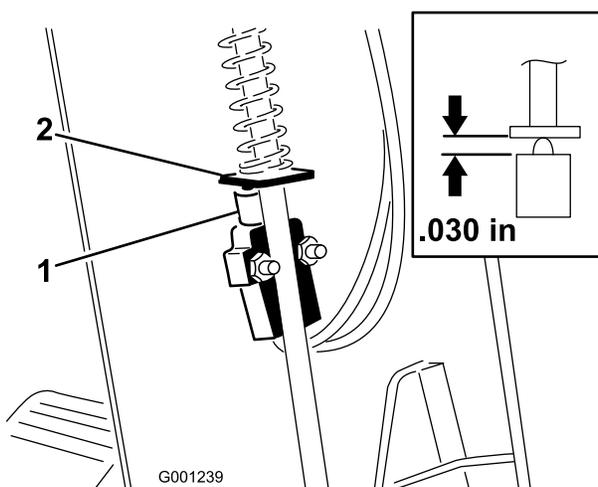

図 62
3. カバーを上をスライドさせて駐車ブレーキスイッチを露出させる (図 62)。
5. 駐車ブレーキのロッドのパドルとスイッチのプランジヤとを整列させる (図 62)。
6. 駐車ブレーキロッドを押し下げ、スイッチが押し上げられてプランジヤが圧縮された時のプランジヤの長さを 0.762 mm とする (図 62)。これが、プランジヤのハウジングの上端からパドルの表面までの距離となる。